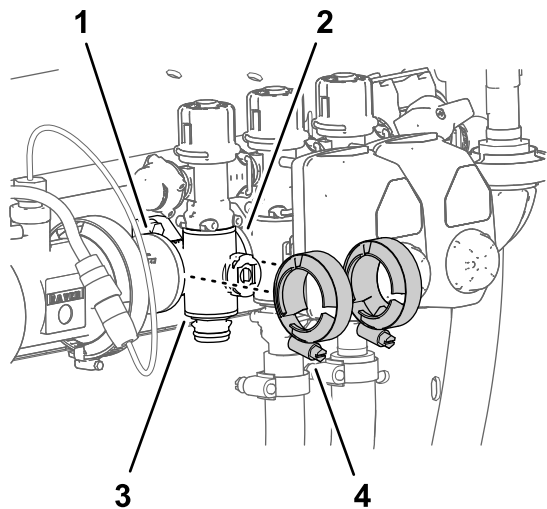

图 119
4. 将在 安装喷洒臂段歧管阀 \(页码 65\) 中卸下的法兰夹具松松安装到喷洒臂段阀歧管的法兰上以及其他喷洒臂段阀和/或耦合适配器的法兰上 图 119。
7. 用手拧紧 2 个法兰夹具 图 119。